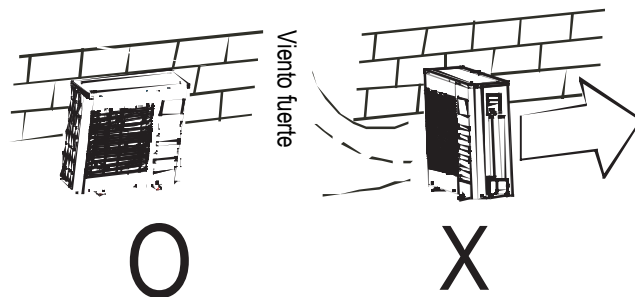

Fig. 6.1
- En los lugares cerca del mar o en altas cotas donde el viento puede ser fuerte, instalar la unidad exterior contra la pared para garantizar el funcionamiento regular. Utilizar una protección si necesario (véase Fig. 6-1):